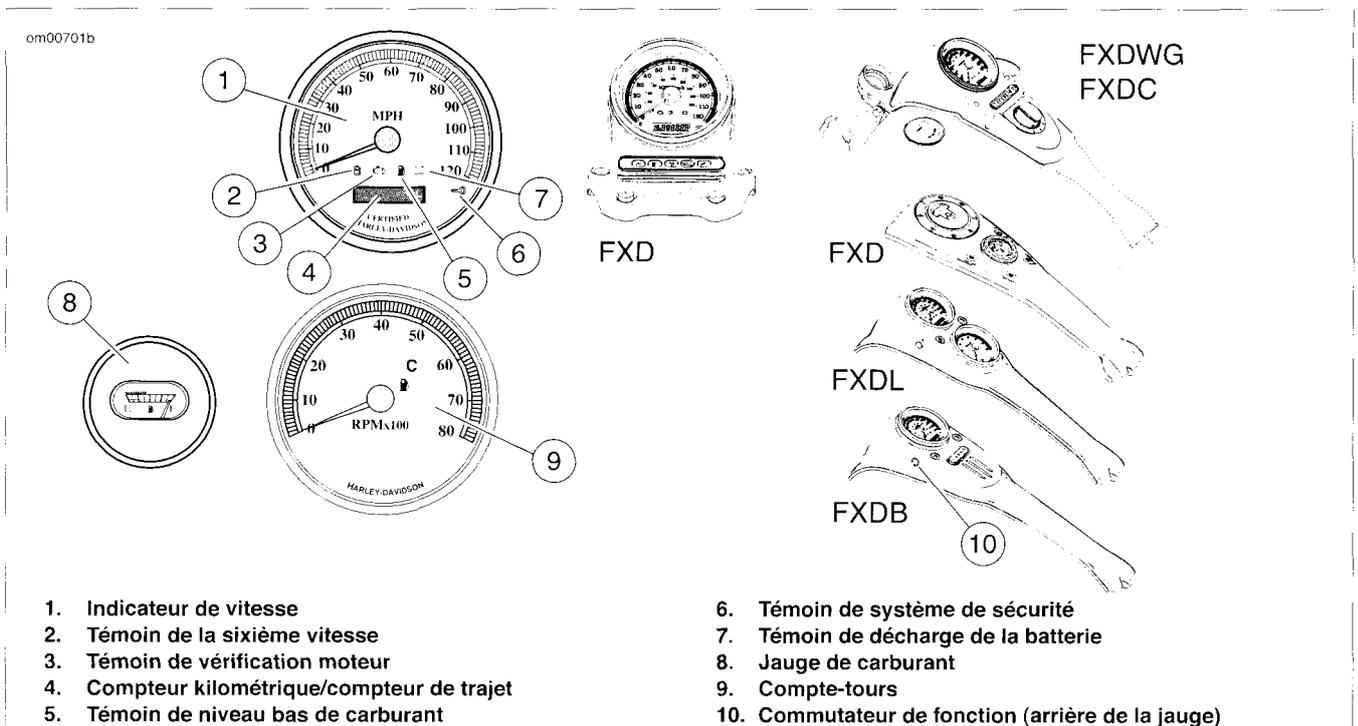

Figure 7. Instruments : modèles Dyna
Voir la Figure 7. L'indicateur de vitesse enregistre les miles à l'heure (modèles américains uniquement) ou les kilomètres à l'heure (modèles HDI uniquement) de vitesse en marche avant. L'indicateur de vitesse permet également de sélectionner les fonctions suivantes :
1. Voir la Figure 7. En appuyant sur le commutateur de fonction avec l'interrupteur d'allumage dans une position quelconque, on active la lecture du compteur kilométrique et de l'horloge. L'heure et les miles ou les kilomètres peuvent être vérifiés sans qu'il soit besoin de déverrouiller l'interrupteur d'allumage. Enfoncer et relâcher le commutateur de fonction une fois pour voir le compteur kilomé-
2. Voir la Figure 7. Appuyer le commutateur de fonction jusqu'à ce que l'heure (en heures et minutes) s'affiche. Maintenir le commutateur de fonction enfoncé pendant cinq secondes ou jusqu'à ce que « 12HR » se mette à clignoter à l'écran d'affichage de l'indicateur de vitesse. Relâcher le bouton.